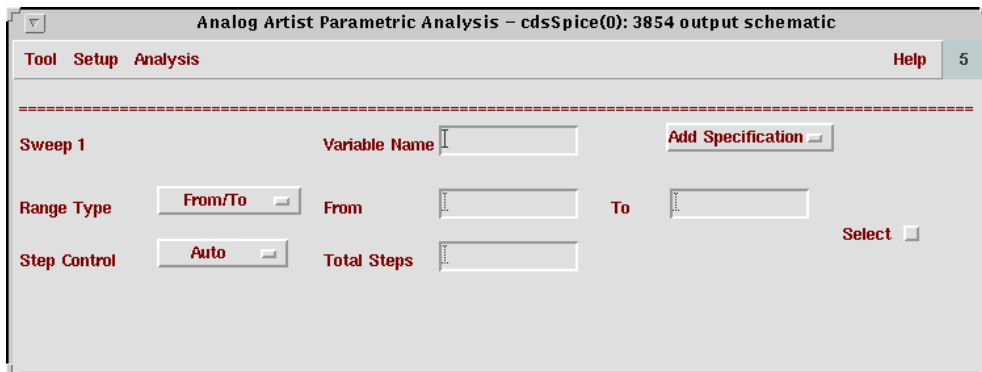

图 1-4-6 参量分析窗口
1) Tools/Parametric Analysis 子菜单可以打开如图 1-4-6 的窗口。它提供了一种很重要的分析方法——参量分析的方法，也即参量扫描。可以对温度，用户自定义的变量 (variables) 进行扫描，从而找出最合适的值。以下详细说明：